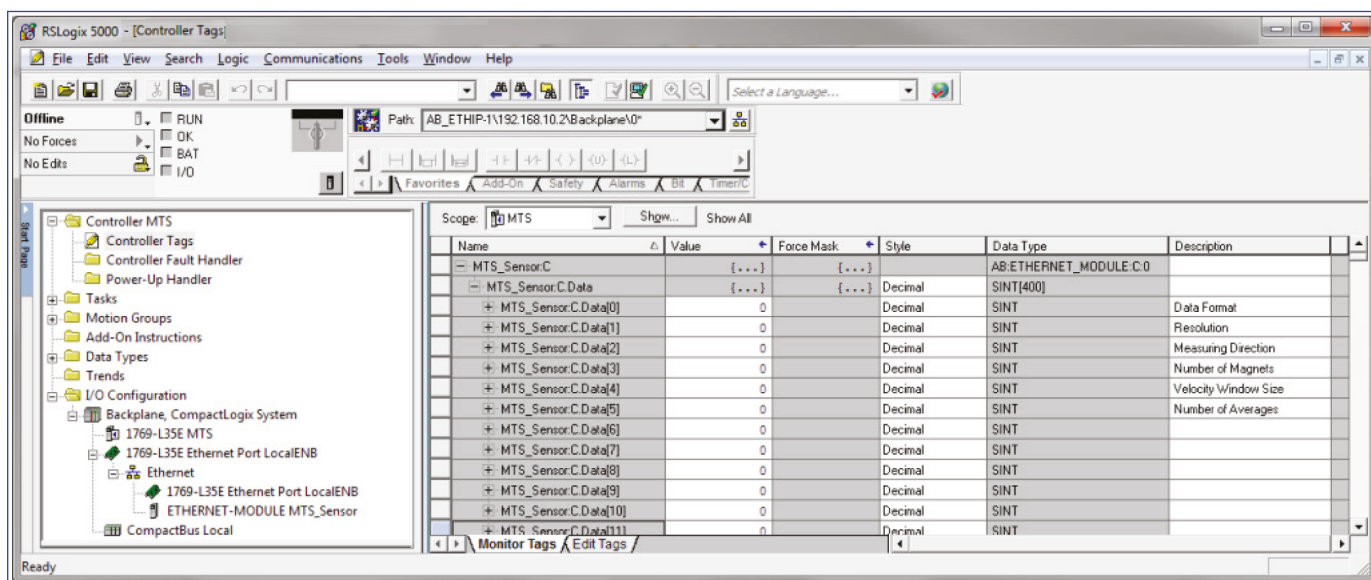

Abb. 127: Gerätekontroll-Tags
1. Klappen Sie im Verzeichnisbaum den Eintrag „Controller xxx“ aus, wobei xxx den Namen des Projekts bezeichnet (in diesem Beispiel heißt der Eintrag „Controller MTS“). Klicken Sie auf den Eintrag „Controller Tags“. Daraufhin wird das Fenster mit den Steuerungsvariablen unter <Name>.C in der Hauptansicht angezeigt. <Name> ist dabei der Sensorname, den Sie im Fenster „New Module“ eingetragen haben, in diesem Beispiel „MTS\_Sensor“. Die Spalte „Description“ mit der Beschreibung der Variablen ist standardmäßig leer (Abb. 127).